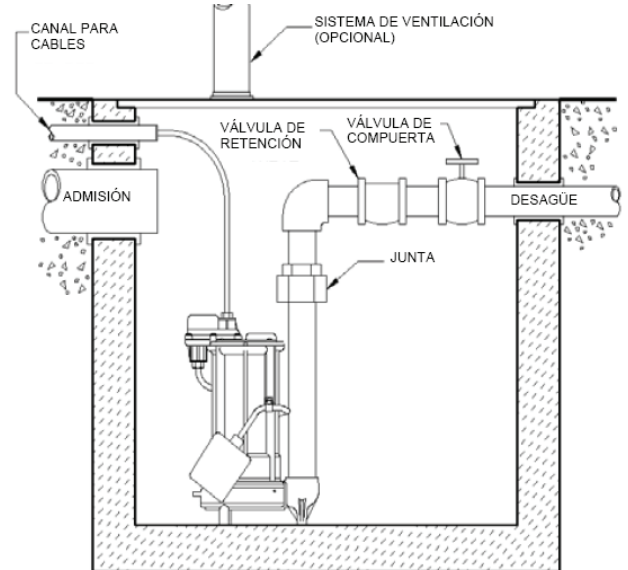

Fig. 2 – Instalación típica de un sistema simple
- A. **Sistemas simples (una bomba) (Fig. 2):** Instale la bomba de forma que haya espacio suficiente entre las paredes de la cubeta y el flotador. El flotador deberá poder **moverse libremente a lo largo de todo su recorrido** y no hacer contacto con el cuerpo de la bomba, tubos u otros objetos. Si se va a utilizar un flotador o dispositivo de control siga las instrucciones que lo acompañan. Conecte la tubería de descarga a la salida roscada de la bomba. **IMPORTANTE: NO REDUZCA EL TAMAÑO DE LA TUBERÍA DE DESCARGA POR DEBAJO DEL TAMAÑO DE LA SALIDA DE LA BOMBA.** Comuníquese con Liberty Pumps o con una persona calificada si tiene preguntas sobre el tamaño de las tuberías y caudal apropiados. Monte la tapa de la cubeta y séllela bien.